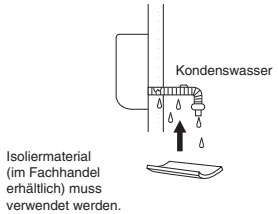

Abb. 3-106
- c) Wenn der Ablaufschlauch im Raum verläuft, ist er mit Isoliermaterial* zu versehen, damit Möbel und Böden nicht durch Kondenswasser beschädigt werden können. (Abb. 3-106)